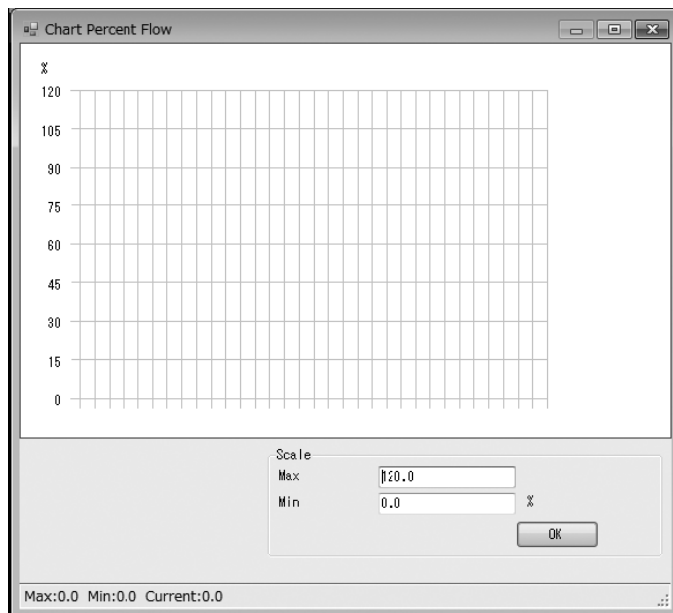

図3-22
- ③ ツールバーの  ボタン、またはメニューの「Chart and Recording」－「Chart」－「Percent Flow」をクリックすると図3-22 のウィンドウが表示され、Percent Flow（パーセント流量）のチャート表示を行います。